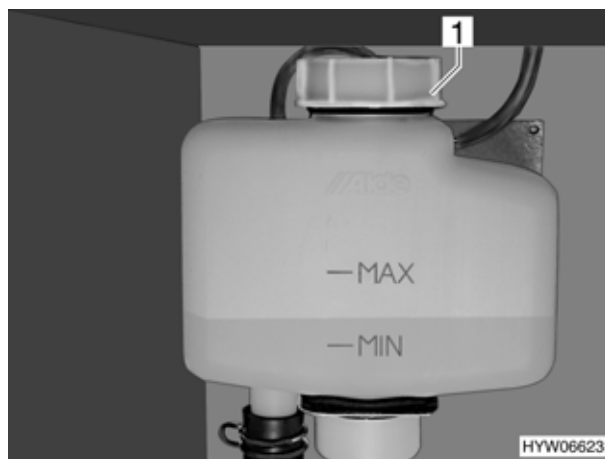

Fig. 103 Vaso d'espansione del riscaldamento ad acqua calda
- ▷ Controllare periodicamente il livello del liquido nel vaso d'espansione (Fig. 103). Il vaso d'espansione del riscaldamento si trova nell'armadio.
- Controllare se il livello del liquido nel vaso di espansione (Fig. 103) è tra la riga del "MIN" e del "MAX".
- Aprire il coperchio (Fig. 103,1) del vaso di espansione.